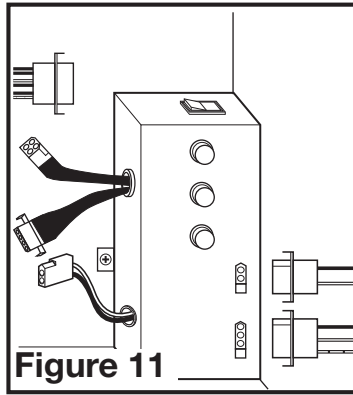

Figure 11
REMARQUE : Si la bride de montage est installée sur le boîtier du ventilateur, enlevez les deux vis qui relient la bride de montage du plafond au boîtier et mettez de côté (Figure 11).
4. Fixez les fils électriques au logement avec une prise électrique approuvée. Pour les ventilateurs à deux vitesses, raccordés pour une ventilation continue, connectez les fils blanc du ventilateur au fil blanc (neutre) de la source d'alimentation. Connectez le fil de terre de la maison au fil vert du boîtier du ventilateur. Connectez le fil noir du ventilateur au fil noir (chaud) de la source d'alimentation. Le ventilateur fonctionnera à faible vitesse, en continu, et augmentera à haute vitesse sur une hausse de l'humidité. Utilisez un interrupteur correctement mis à terre, connectez 1 fil jaune de chaque côté de l'interrupteur. Fermer l'interrupteur changera la vitesse de normale à haute vitesse. Utilisez un interrupteur à bascule standard duplex correctement mis à terre (comme Leviton 5224-2W, non inclus) pour relier le fil noir de la source d'alimentation au côté de l'interrupteur de haut et de bas. Connectez le fil rouge (lumière) du boîtier du ventilateur à l'autre côté de l'interrupteur du haut et connectez le fil violet (veilleuse) du boîtier du ventilateur à l'autre côté de l'interrupteur du bas. Un interrupteur à commande manuelle (non inclus) peut être utilisé pour éteindre manuellement le ventilateur (Figure 11).